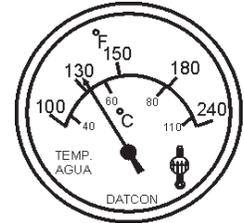

Figura 50. Medidor de la temperatura del refrigerante
13. El **medidor de temperatura del refrigerante** (Figura 50) indicará la temperatura del refrigerante. Bajo condiciones normales de operación la temperatura de refrigerante debe estar entre 165 y 215 grados Fahrenheit (**zona verde**).